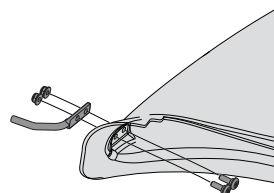

Figura 15
1. Instale el soporte de la barra de arranque (747-06043) en la bota usando dos (2) tornillos de hombro (738-1225) y dos (2) tuercas de llave (712-04064) del paquete de herrajes 689-00636. Asegúrese de que los tornillos de hombro estén instalados en el interior de la bota. Vea la Figura 15.